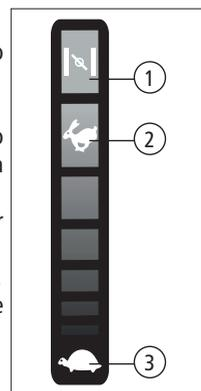

Fig. 17
- Empurre a alavanca do acelerador/afogador para frente para aumentar a velocidade do motor. O equipamento é projetado para operar com acelerador/afogador na posição rápida (2), [Fig. 17], quando se está dirigindo e a bandeja de corte estiver conectada.
- Empurre a alavanca do acelerador/afogador para trás para reduzir a velocidade do motor (3), [Fig. 17].
- Quando ligar o motor, empurre a alavanca para frente na posição afogador (1), [Fig. 17].
- Após o motor estar acionado e aquecido, mova a alavanca para atrás até sentir que passou da posição do afogador (2), [Fig. 17].
- Mova o acelerador/afogador para a posição afogador (1), [Fig. 17, pág.12]. Se o motor estiver aquecido, pode não ser necessário ativar a posição afogador (1).
- Mova o acelerador/afogador para a posição devagar (3), [Fig. 17, pág. 12], e deixe o motor funcionando em marcha lenta por alguns minutos.